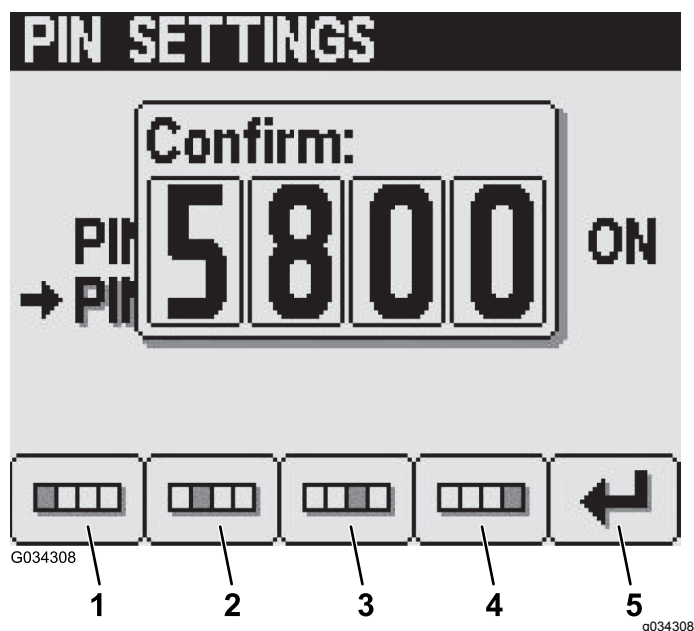

Figura 30
6. Confirme o novo PIN utilizando os botões 1 a 4 e prima o botão 5 quando terminar o PIN (Figura 30).
Nota: Depois de confirmar as definições do PIN (Figura 30), surge um ecrã de PIN corrigido durante aproximadamente 5 segundos.